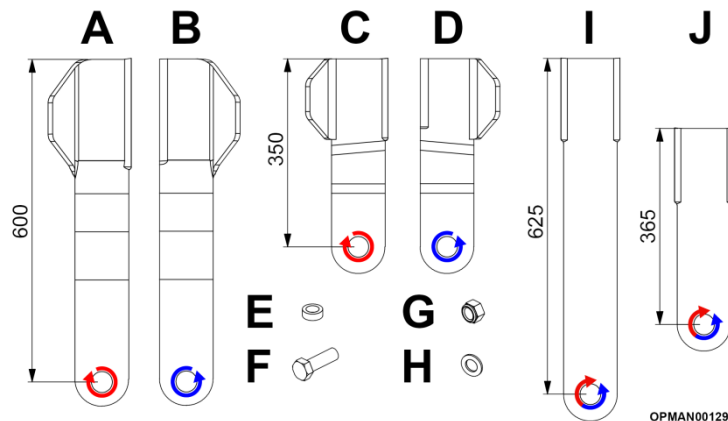

Abbildung 5.49
Bei der Montage von Standard-Messerbaugruppen **muss** eine Unterlegscheibe (siehe Abbildung 5.49 (H)) unter dem Kopf der Schraube (F) angebracht werden. Flache Unterlegscheiben sind bei Starcut-Messerbaugruppen **nicht** erforderlich.
Abbildung 5.49 zeigt die Angaben für die linksdrehenden und rechtsdrehenden Messer sowie ihre Schneidrichtung. Starcut-Messer können in ähnlicher Weise ausgetauscht werden, werden aber nicht mitgeliefert.